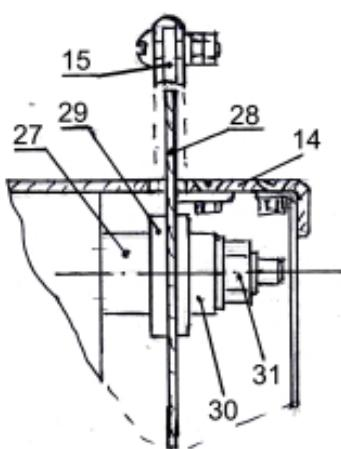
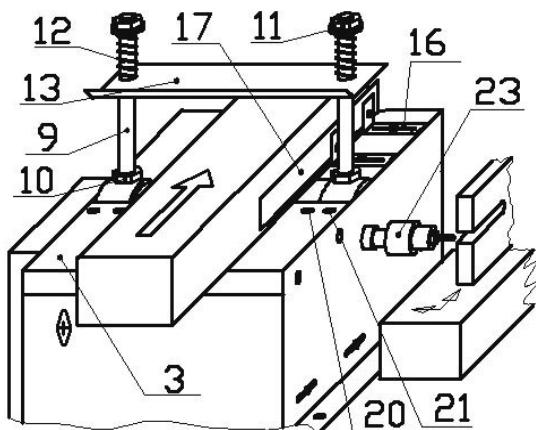
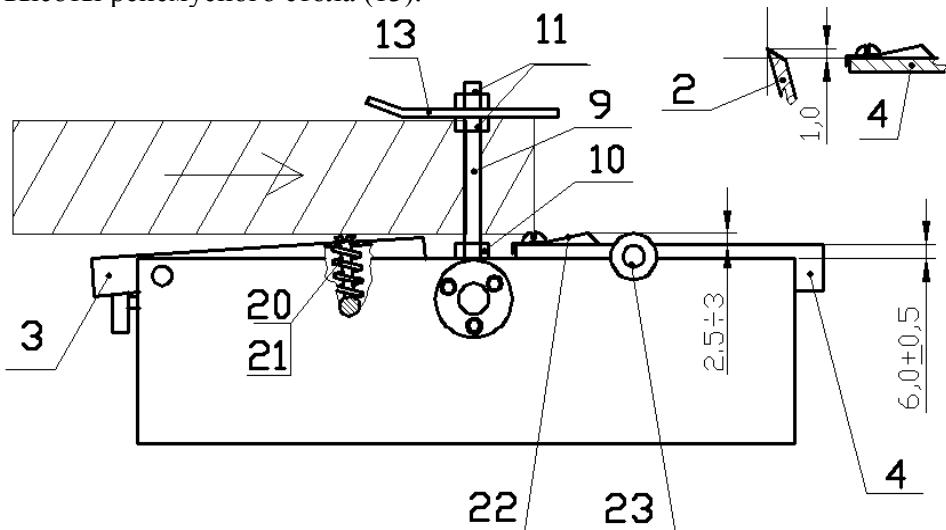

Рис. 7
Рис. 5
Рис. 3
При дальнейшем рейсмусовании – установить на место подающий вал или пружинную пластину и отрегулировать стол по Рис.3.
4.3. Концевое фрезерование, сверление. (Рис. 5)
- Навернуть на конец вала сверлильный патрон (23);
4.4. Пиление продольное, поперечное, под углом. (Рис. 7, 8, 9)
- Поднять передний стол (3) на 3 мм выше заднего стола винтами (поз.20, 21 на Рис.5, 6);
- Застопорив деревянным бруском строгальный вал, открутить гайку (31) крепления шайб и втулок на конце вала (Рис.7);
- Установить на вал втулку (27), пильный диск (28) между шайбами (29), одеть конечную втулку (30), шайбу Ø16 и зажать гайку крепления (31) на конце вала. (Пила должна быть разведена и заточена - см. Рис.7А);
- Установить на пильный стол (14) разделительный нож с защитным козырьком (15);
- Для моделей Р2 - снять подающий вал (12) с заднего стола (4) (если он установлен), для чего:
- разкрепить 4 болта крепления заднего стола к стенкам корпуса и снять стол (4);
- вынуть из стенок корпуса подающий вал (12) вместе с опорами;
- установить задний стол на место параллельно стенкам корпуса в соответствии с размерами на Рис.3;
- Отрегулировать величину срезаемого слоя, для чего: отвернуть наружные винты (21) по краям переднего стола, ввернуть вниз или вывернуть вверх внутренние винты (20), после чего закрепить стол, снова зажав винты (21); **Не перетягивайте болты, чтобы не сорвать резьбу и не изогнуть стол.**
- Установить на задний стол (Рис.5, 6) регулировочные уголки (16) и направляющую линейку (17) (при строгании под углом – дополнительно установить угловую линейку (22));
Операции, выполняемые на станке, показаны на Рис.3÷12. Стрелками указано направление движения режущего инструмента и подача. Оператор всегда должен находиться со стороны подачи слева или справа от станка в стороне от режущего инструмента.
4.1. Рейсмусование. (Рис. 3). (для всех модификаций Р)
- Проверить выставление ножей (2) на высоту 1,0 мм выше передней кромки заднего стола (4) и проворачиваемость строгального вала;
В случае острой необходимости проведения обычного строгания на моделях Р и Р2 необходимо (см. Рис.3):